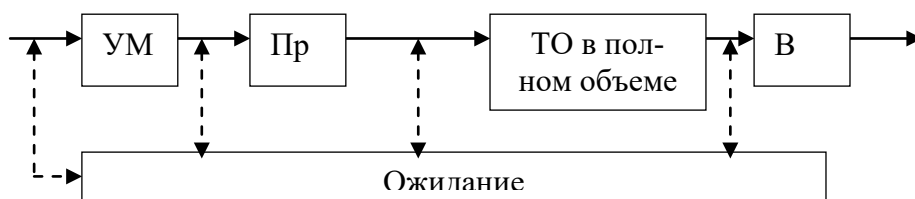

Рис. 1
4. Схема технологического процесса (рис. 1) характеризует: